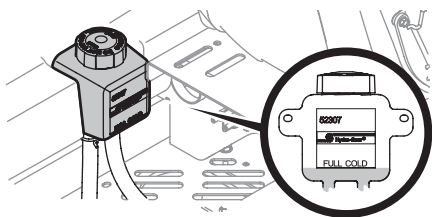

Fig. 40
1. Gire el asiento del operador hacia adelante y limpie el tapón del depósito y el área que lo rodea para evitar que el aceite de transmisión se contamine con residuos (Fig. 40).
2. Gire el tapón del depósito en sentido contrario al de las agujas del reloj para retirarlo, luego controle el nivel de aceite del depósito. El aceite debe ser visible en la base de la cubeta, pero el nivel del mismo NO debe estar por encima de la línea de "LLENO FRÍO" (Fig. 40). NO LLENE EL DEPÓSITO.